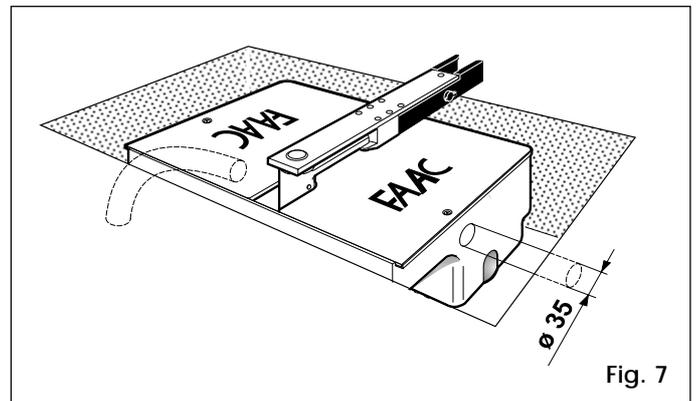

Fig. 7
- 3) Poner un tubo de PVC de 35 mm de diámetro para que pase un cable eléctrico de 4 conductores hasta el equipo electrónico de mando (fig. 7).
Se aconseja asimismo poner un tubo de drenaje del agua de lluvia que llegue hasta un canal de recuperación de las aguas (fig. 7).